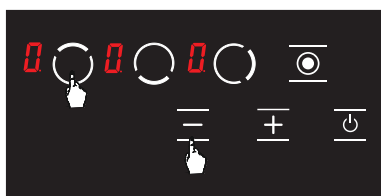

Abbildung 18
2. Berühren Sie die Auswahlstaste () für die obere linke Kochplatte und die Minustaste () gleichzeitig, (siehe Abb. 18) Dabei ertönt ein kurzer Signalton. Danach werden die Finger vom Bedienfeld des Herds entfernt.